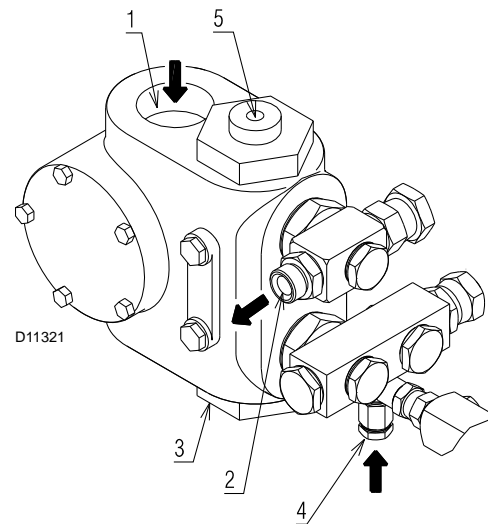

Fig. 25
- Affinché la pompa (Fig. 25) possa auto-innescarsi è indispensabile allentare la vite 4) per sfiatare l'aria contenuta nel tubo di aspirazione.
Se la pompa è stata svuotata, riempirla di combustibile dal tappo del vacuometro 3)(Fig. 25) prima di avviarla, altrimenti grippa.
Legenda (Fig. 25)